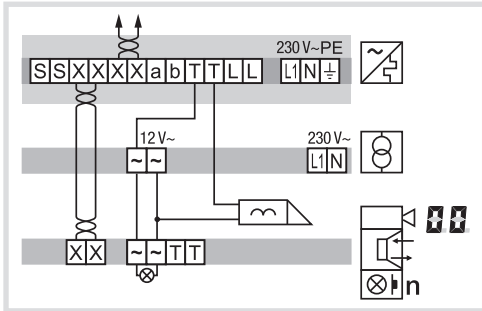

Bild 7: Anschluss der Türstation Video mit manipulationsgeschütztem Türöffner
- Bei manipulationsgeschützter Installation den Türöffner an den Kontakt der **Strangversorgung** anschließen (Bild 7).